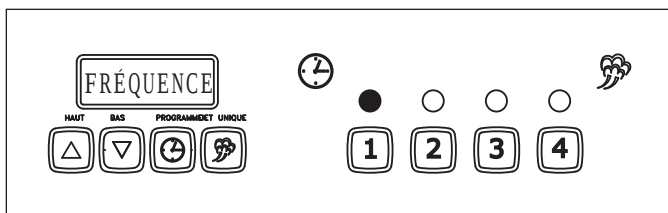

Figure 5. Mode RATE sur Menu 1
**FRÉQUENCE (Durée d'intervalle entre jets)** correspond à l'intervalle entre deux jets de vapeur durant un cycle complet (Figure 5).
6. En mode programmation (appuyez sur le bouton **PROGRAM** (programmation) si vous n'êtes pas dans ce mode) appuyez simultanément sur les boutons de flèche **VERS LE HAUT** et **VERS LE BAS**. « RATE » (fréquence) apparaît sur l'afficheur durant quelques instants (Figure 5).